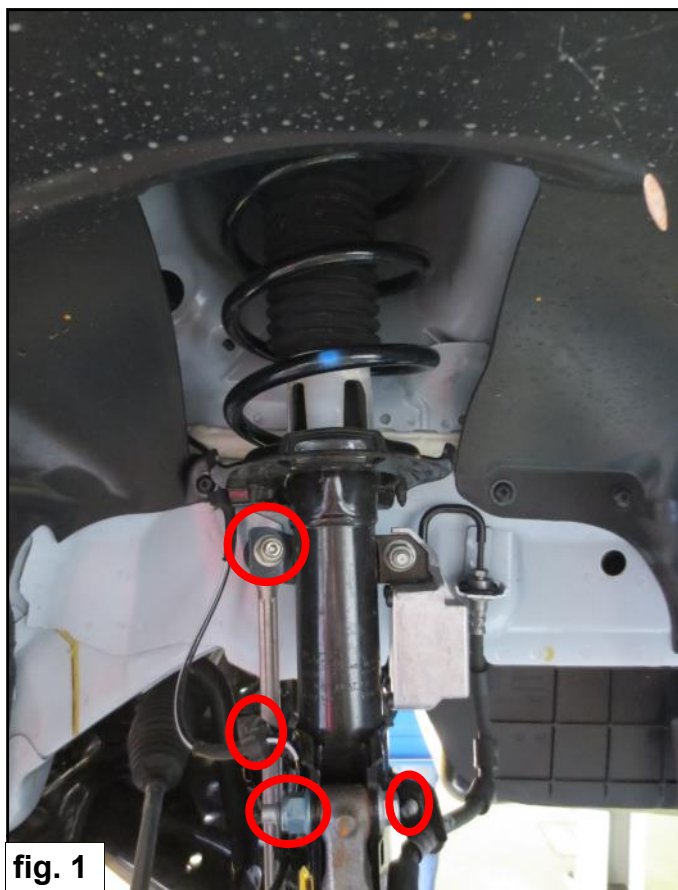

fig. 1
2. Enlevez la jambe de force conformément au manuel d'atelier (*voir figure 1*).